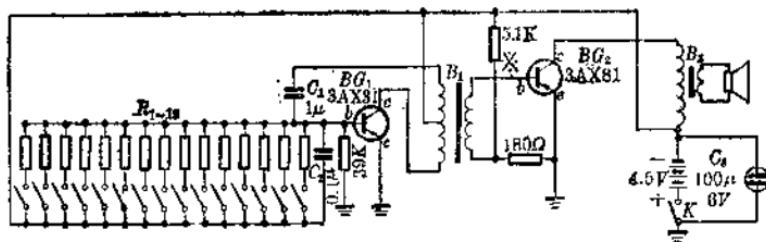

图 1
这里介绍的电子琴\*是由一级音频振荡和一级音频放大器组成(图1)，改变振荡器偏流电阻获得不同音频振荡，从而产生高低不同的音调。这只琴线路简单，制作调整方便，装成以后可以弹奏革命歌曲。
1. 全部零件按图 1 装在一块  $160 \times 80$  [毫米]2 的胶木板